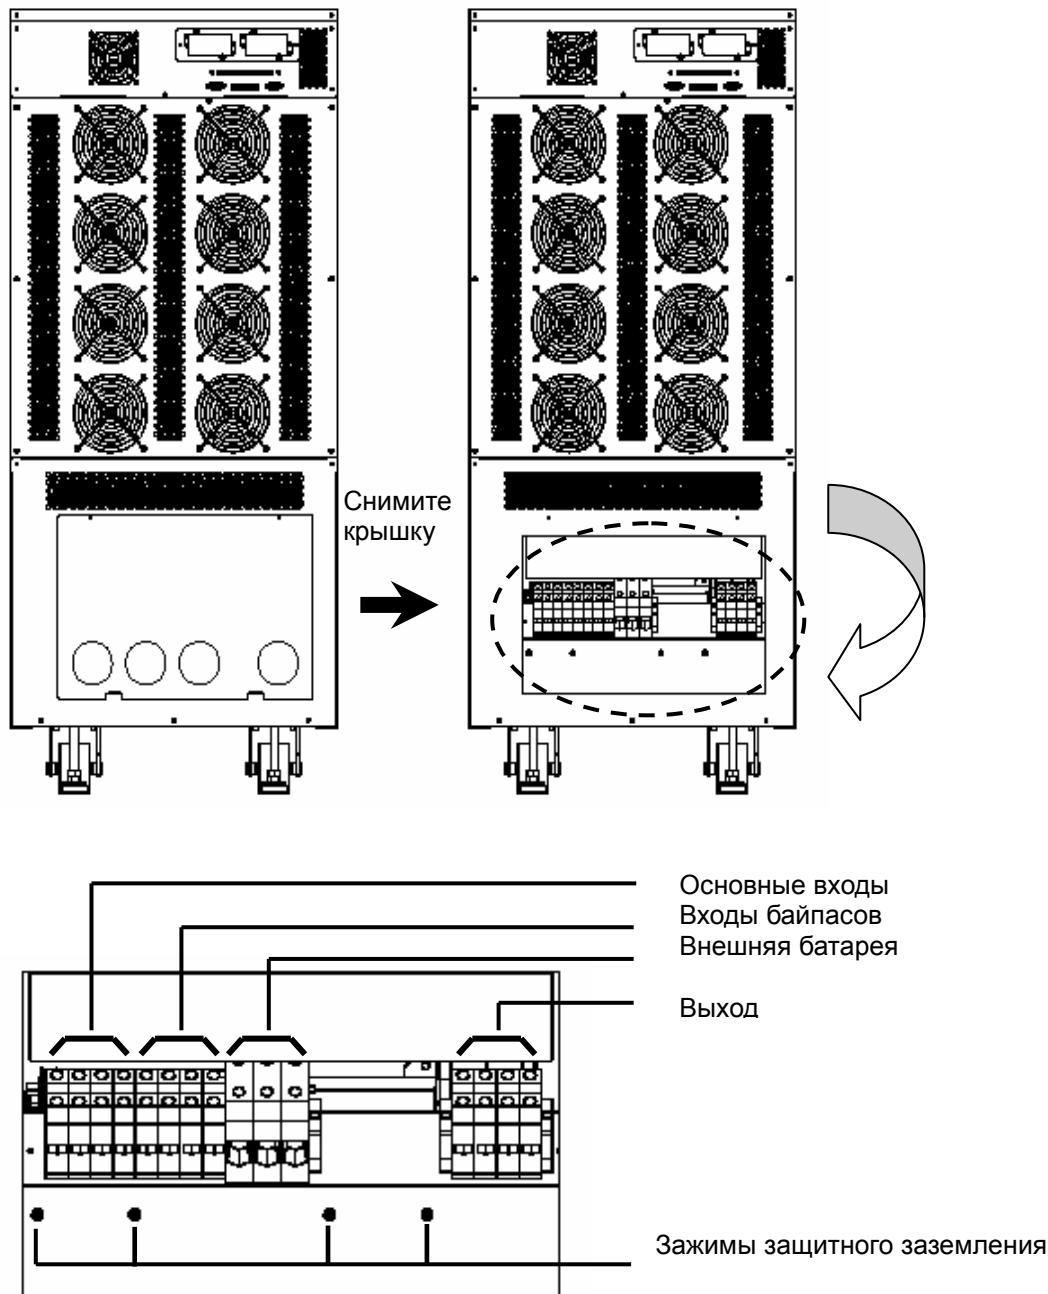

Рис. 4-1. Зажимы ИБП
- Снимите заднюю крышку. См. рис. 4-1.
Блок зажимов (см. рис. 4-1):
8. Подключите кабели к зажимам согласно их маркировке и назначению (см. рис. 4-1).
5. Подключите кабели к зажимам согласно их маркировке и назначению (см. рис. 4-1).